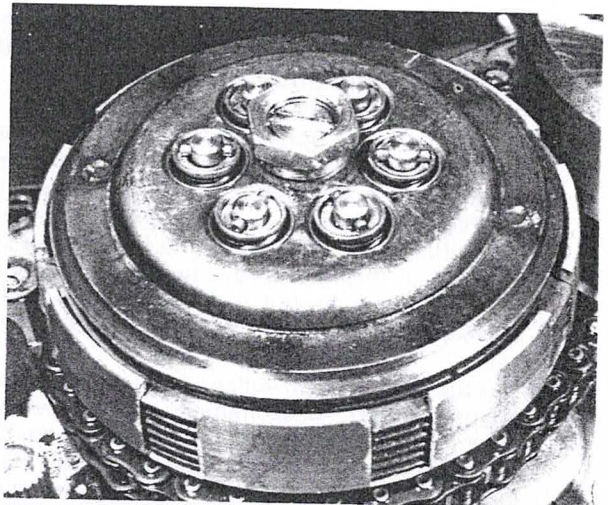

Bild 81
- Den festen Sitz aller Teile des Primärantriebes prüfen. Die Einstellschraube und die Gegenmutter müssen in der Druckplatte eingesetzt, aber noch nicht festgezogen sein (Bild 81). Prüfen, ob die Passtifte des Primärantriebsdeckels eingesetzt sind, und den Deckel mit einer neuen Dichtung, aber ohne Dichtmasse aufsetzen. Den Deckel mit acht Innensechskantschrauben befestigen. Die Schrauben sind verschieden lang und müssen wieder in der ursprünglichen Anordnung eingesetzt werden. Im Deckel sitzt eine Wellendichtung zur Abdichtung der Schalthebelwelle. Die Schalt-